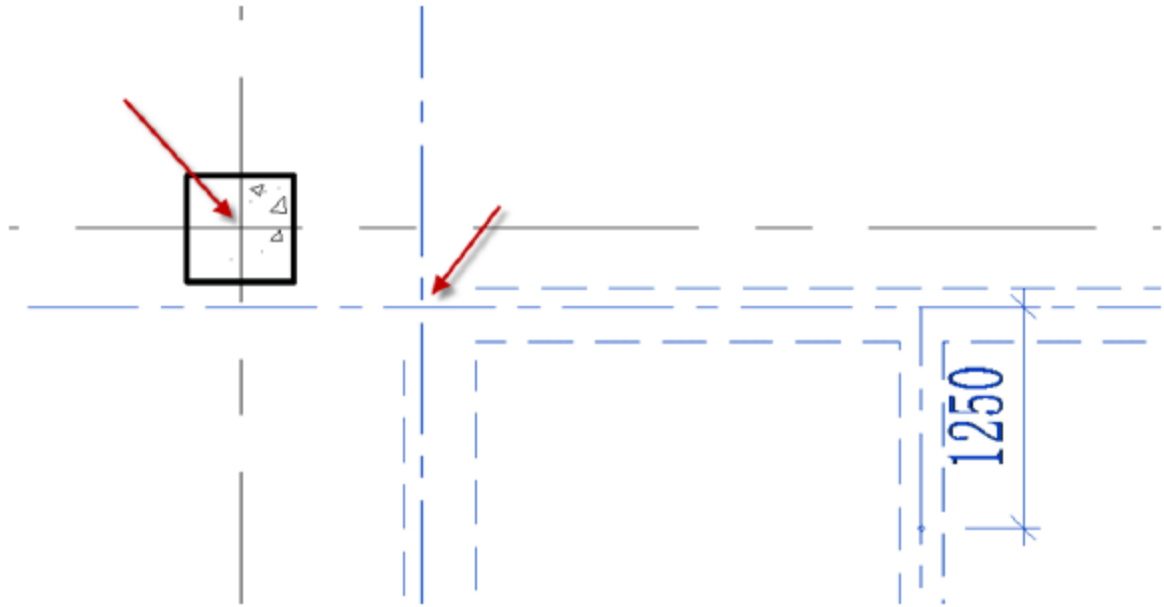
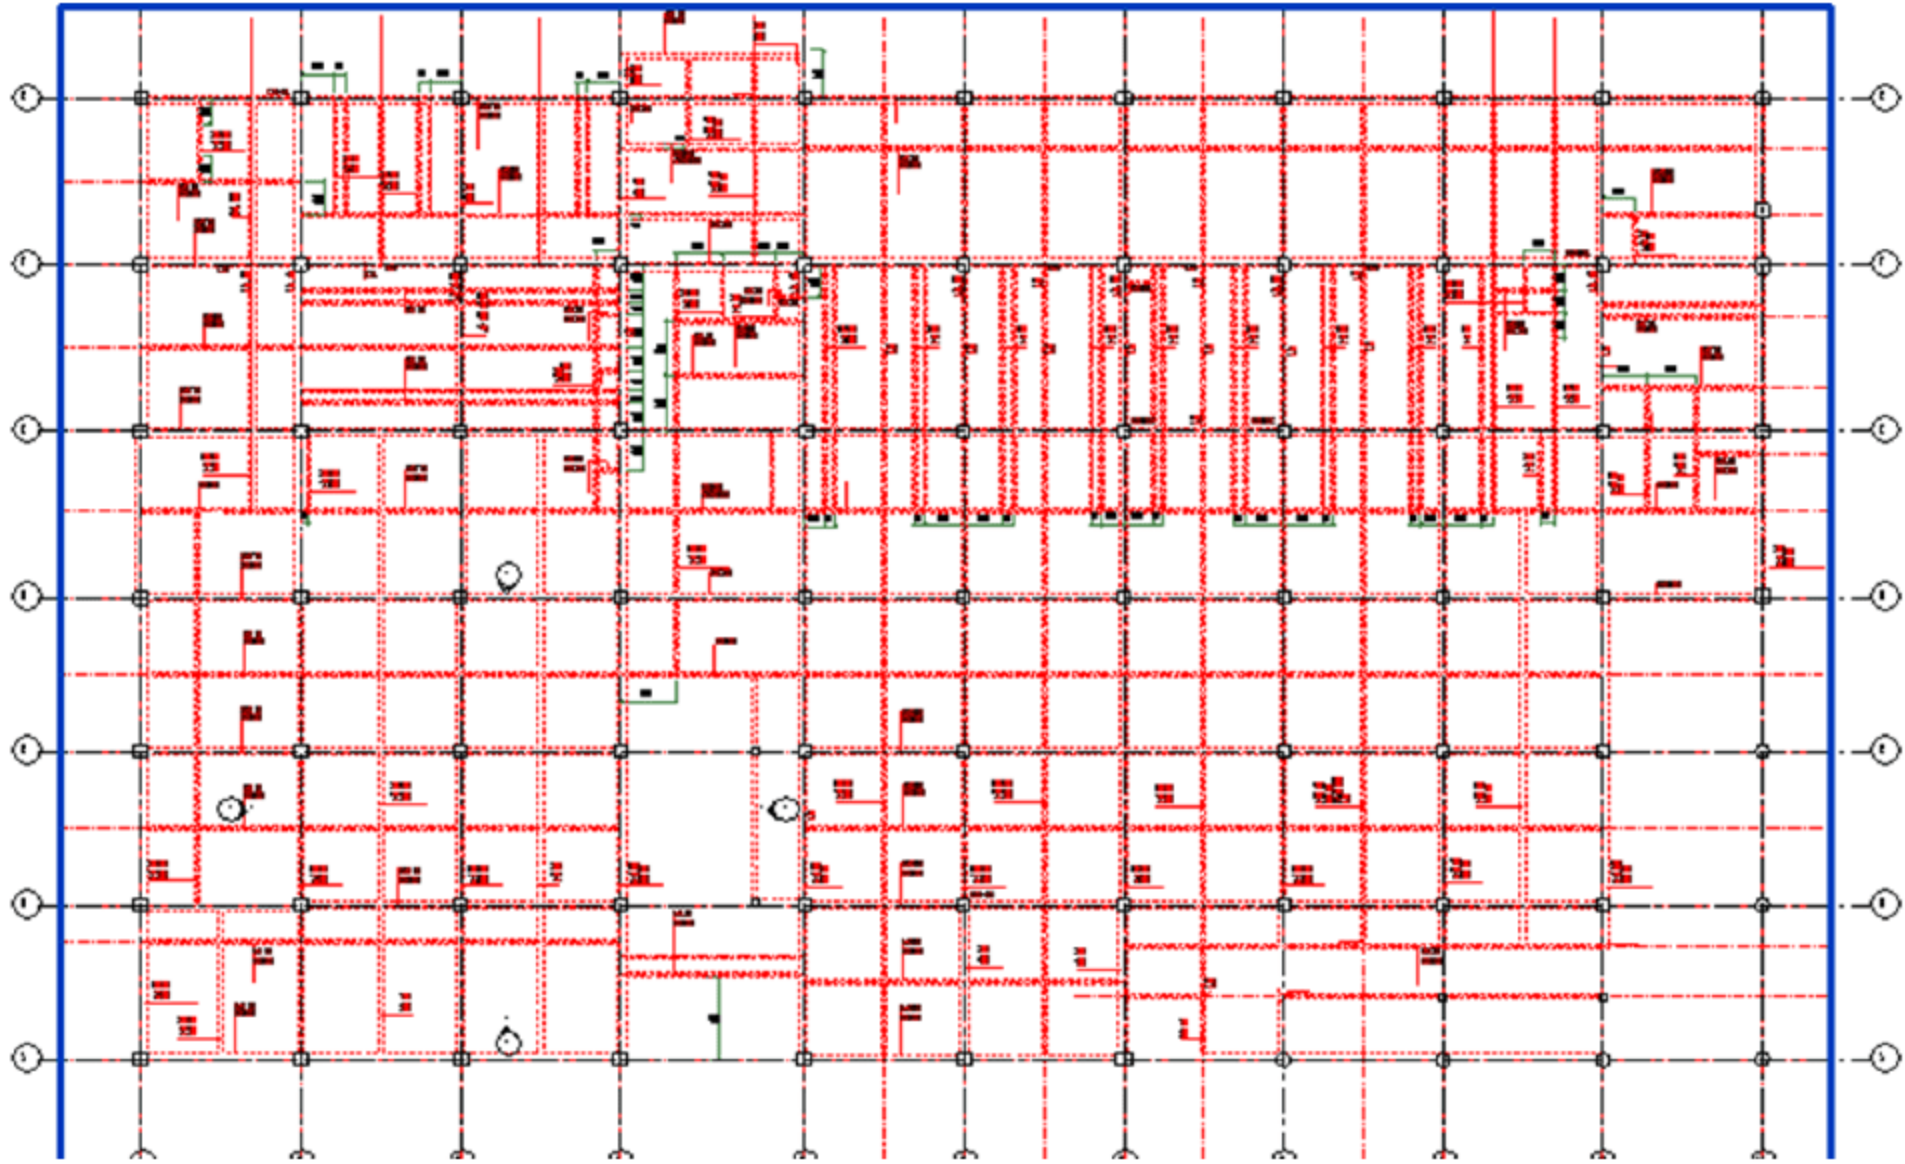

图 4.2.2 调整 CAD 文件位置
图 4.2.3 调整完的界面
(2) 导入配套资源中的 DWG 文件，选择“插入”→“导入 CAD”命令，导入第二层的梁定位的图。
(3) 按快捷键 M+V，调整 CAD 图位置与轴网对齐，如图 4.2.2 所示。使用移动过程中的交点与交点对齐后，导入的 CAD 图就与原有的轴网对齐了，如图 4.2.3 所示。